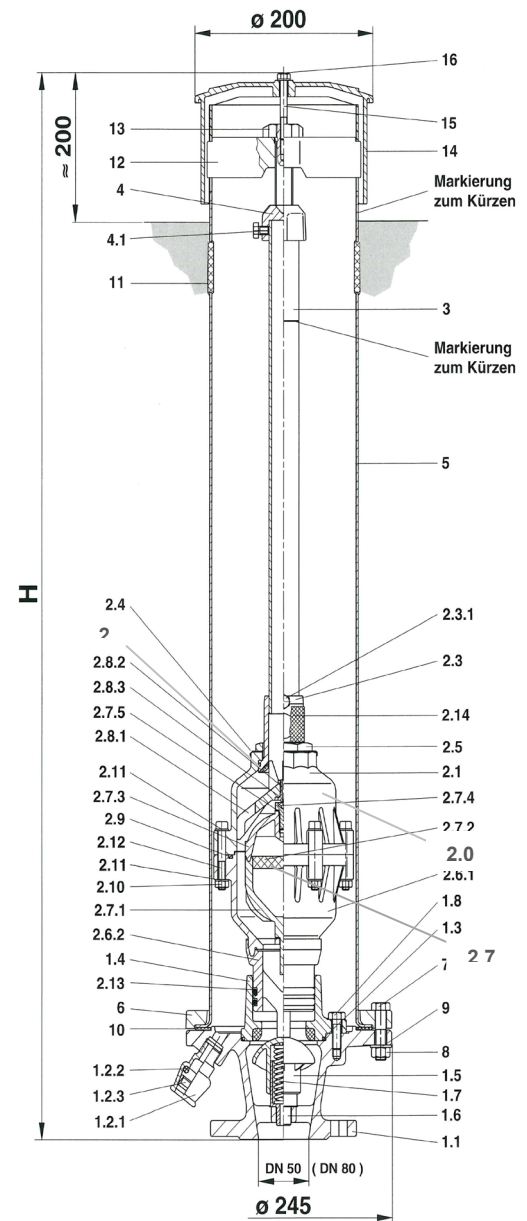

Figure 1
2. Desserrer la vis de manœuvre n°13 (l'organe d'arrêt n° 1.5 se ferme) et ôter le support de tige n°12. (voir figure 1)